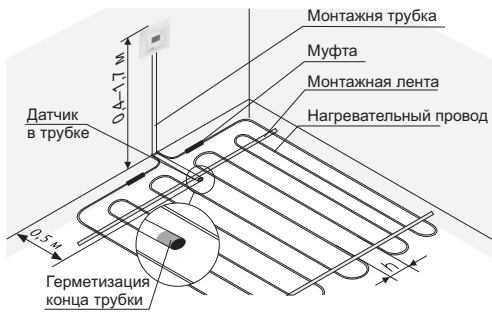

Рисунок 1. Монтаж терморегулятора и системы теплый пол
- закрепить терморегулятор в монтажной коробке. Для этого необходимо снять лицевую рамку, поместить терморегулятор в монтажную коробку и закрутить монтажные винты (рис. 1).